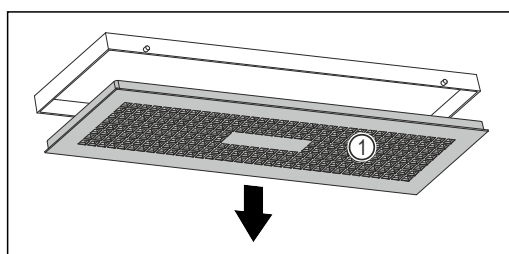

Fig. 99
- Ruotare lentamente la vaschetta dell'acqua verso il basso e tenere fermo il coperchio Fig. 99 (1).
- Rimuovere il coperchio Fig. 99 (1).